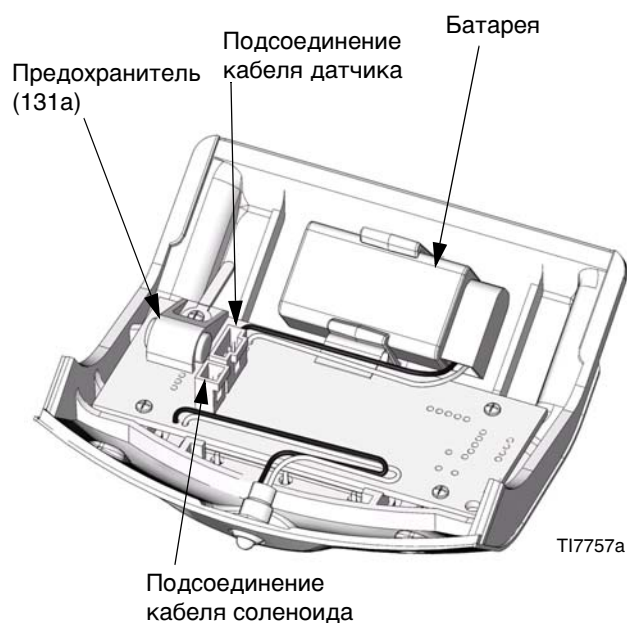

Рис. 5. Расположение батареи и предохранителя в модуле DataTrak
2. Отсоедините кабели разгонного модуля и датчиков от платы модуля. См. Рис. 5.
3. Унесите модуль DataTrak (131) в безопасное место.